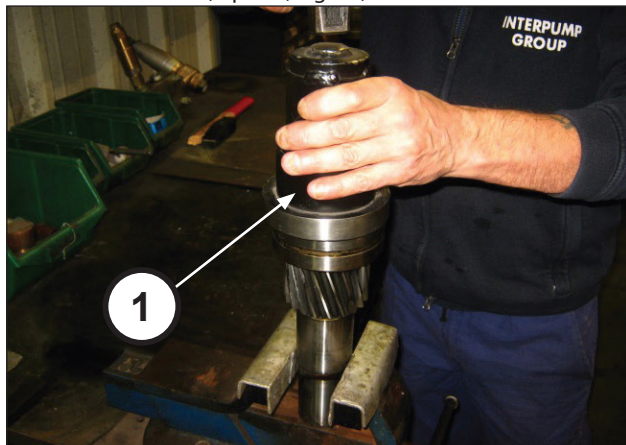

Fig. 68
Monter le roulement 65x120x31 sur le pignon en utilisant l'outil réf. 27887100 (rep. ①, Fig. 68).